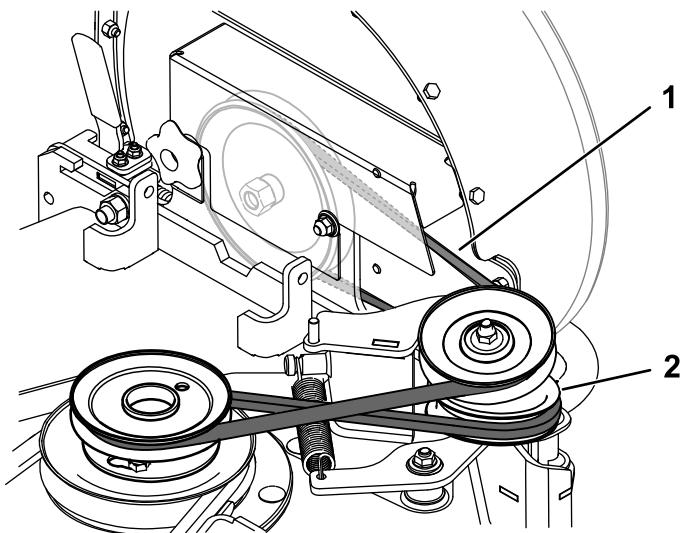

Figura 26
6. Empurre a polia intermédia da mola para trás para aliviar a tensão da correia (Figura 26).